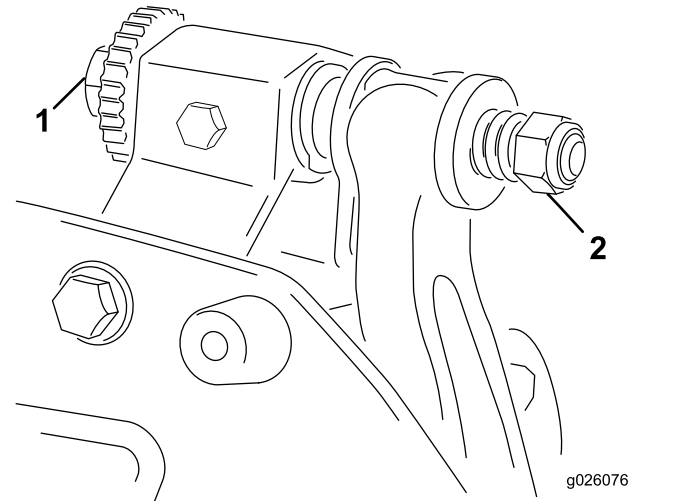

图 4
- A. 顺时针旋转底刀架调节螺丝 图 4 一次调整一格直到感觉并听到轻微的接触。
6. 向右转动底刀架调节螺栓图 4 通过左右滑动薄垫片直至感到薄垫片上存在轻微的压力。取出薄垫片。